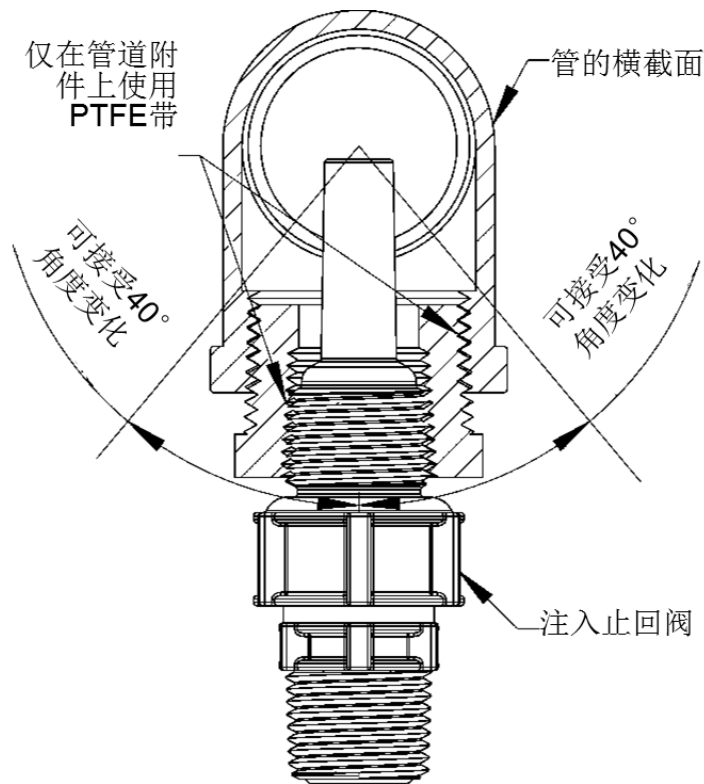

图 11：典型的灌注止回阀安装
2. 当安装灌注止回阀时，一定要将其定位，使阀门以垂直位置进入管道底部。左右倾斜范围不超过 80°也是可以的（图 11）。